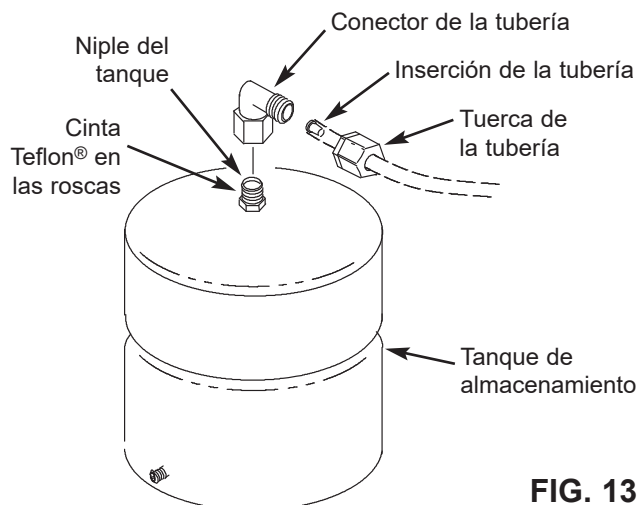

FIG. 13
1. Aplique cinta Teflon® (2 vueltas hacia la derecha) a las roscas en el niple que se encuentra en la parte superior del tanque. Vea la Fig. 13.
2. Ubique el conector de la tubería. Vea la Fig. 13. Dele al conector de la tubería en el niple del tanque unas 7 a 8 vueltas completas, lentamente para no torcer la rosca ni apretarlo excesivamente.